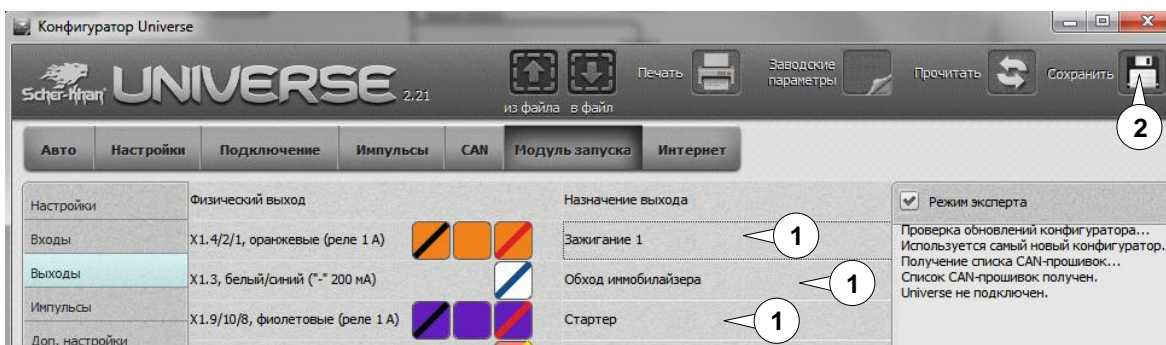

Рис. 10:
- после выставления нужных значений нажимаем кнопку **«Сохранить»** (2);
- переходим на вкладку **«Выходы»** (3) (см. рис. 10);